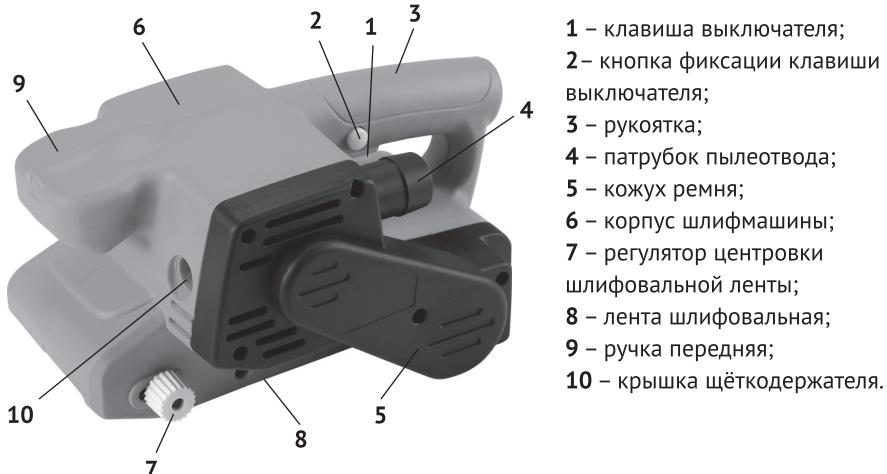

рис.1
Внешний вид шлифмашины представлен на рис.1
1.7 Механизм шлифмашины расположен в пластиковом корпусе (рис.1 поз.6), состоящем из двух половин. Крутящий момент с якоря электродвигателя, зубчатым ремнём передаётся на ведущий валик. Между ведущим и ведомым валиками движется абразивная шлифовальная лента (рис.1 поз.8) на тканевой основе – рабочий инструмент шлифмашины.
1.8 Клавиша выключателя (рис.1 поз.1) расположена в нижней части рукоятки.
Включение шлифмашины осуществляется нажатием на клавишу выключателя. Фиксация клавиши в рабочем положении, осуществляется кнопкой (рис.1 поз.2), расположенной слева на рукоятке. При повторном нажатии на клавишу,
1.9 Пылесборник, входящий в комплект поставки, устанавливается на патрубок пылеотвода (рис.1 поз.4) и предназначен для сбора шлама и пыли, образующейся в процессе шлифования. Поток воздуха из корпуса к патрубку обеспечивает специальная крыльчатка, с отдельным шестерёнчатым приводом.
- включите машину на холостом ходу и отцентрируйте регулятором (рис.1 поз.7) прямой ход ленты;
- при выключенном инструменте, установите пылесборник на патрубок пылеотвода (рис.1 поз.4);